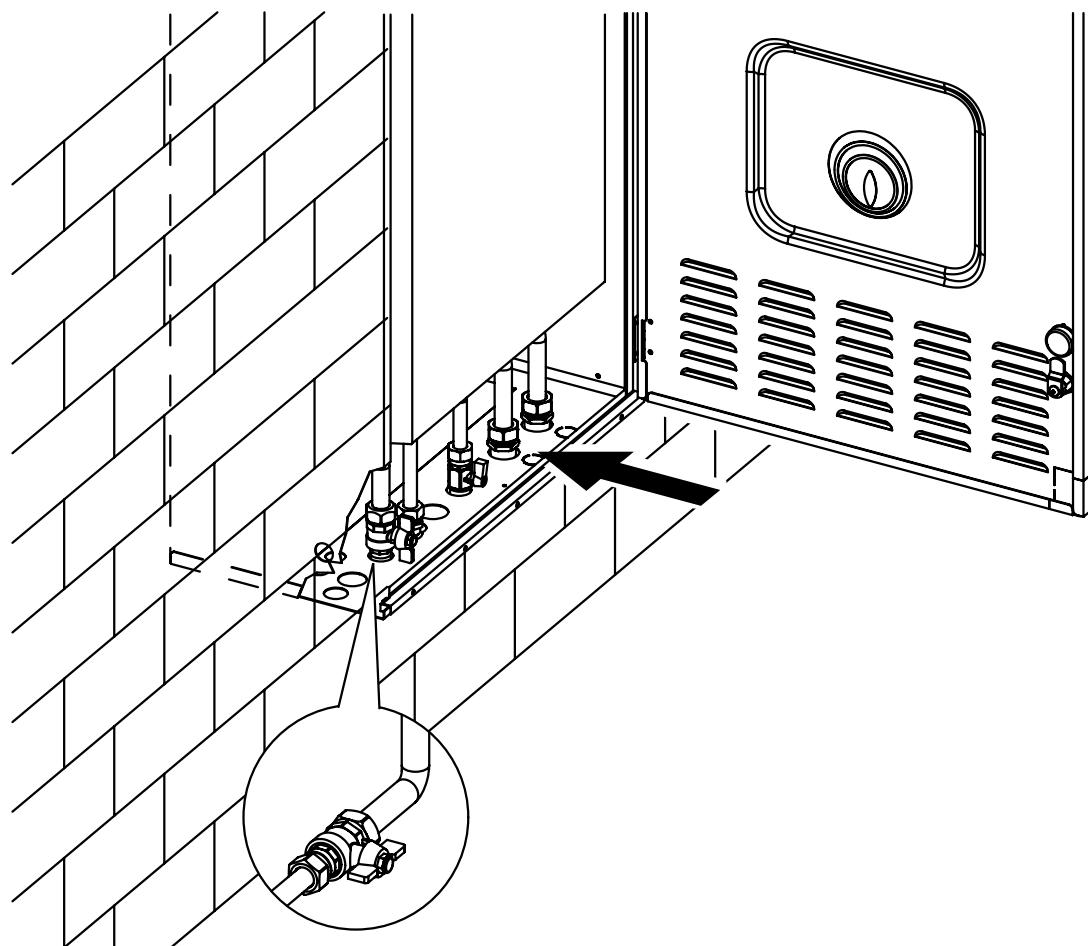

Fig. 4
- Effettuare l'allacciamento gas. Il tubo gas può uscire verso il basso, attraverso l'uscita sinistra oppure frontalmente utilizzando l'apposito pre-trancio già previsto sul portello. È possibile una volta usciti frontalmente far girare il tubo del gas nella direzione preferita (Fig. 4).